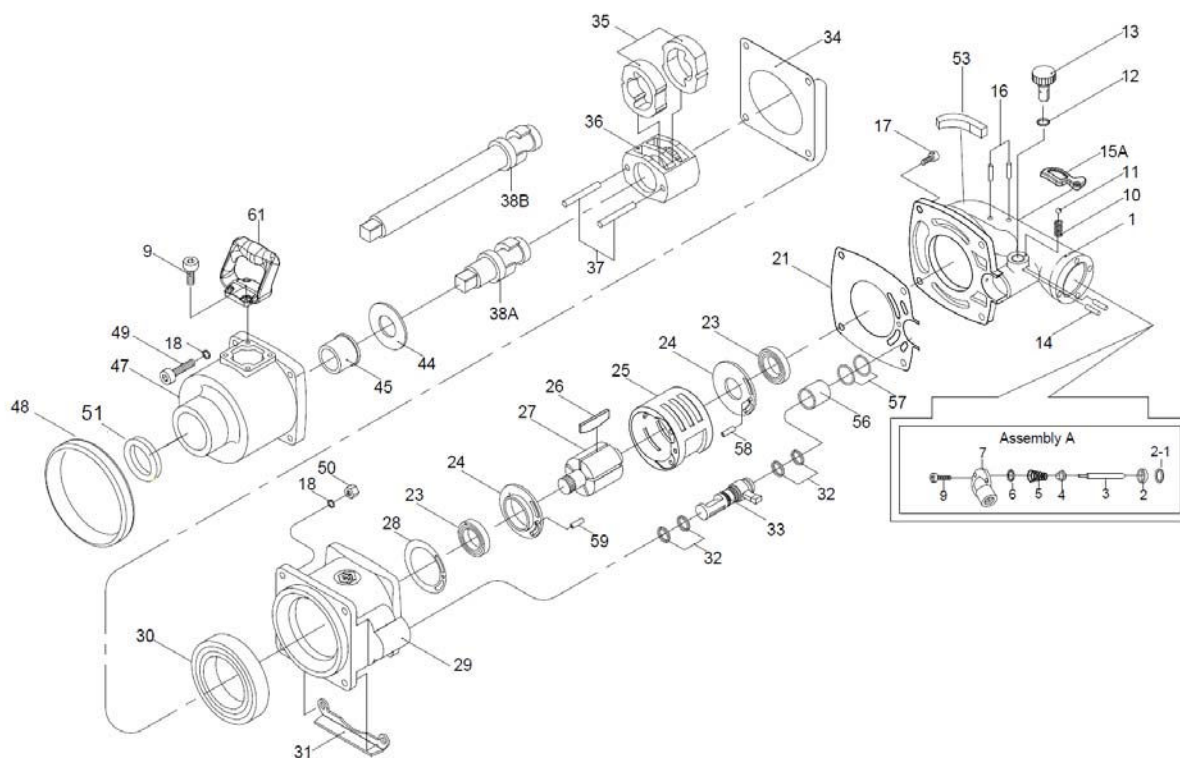

Рис. 1
- Управление гайковёртом осуществляется с использованием пускового курка (Рис. 1, п. 15А), который находится под указательным пальцем. При нажатии на курок сжатый воздух поступает в рабочую полость двигателя и вращает ротор. Следует учесть, что после того как Вы отпустите курок вращение механизма будет осуществляться ещё несколько секунд. В целях безопасности, кладите гайковёрт после того как он полностью остановился.
- Регулировка усилия осуществляется вращением переключателя реверса (Рис.1, п.33). Режимы «закручивание» (F) и «откручивание» (R) устанавливаются им же.